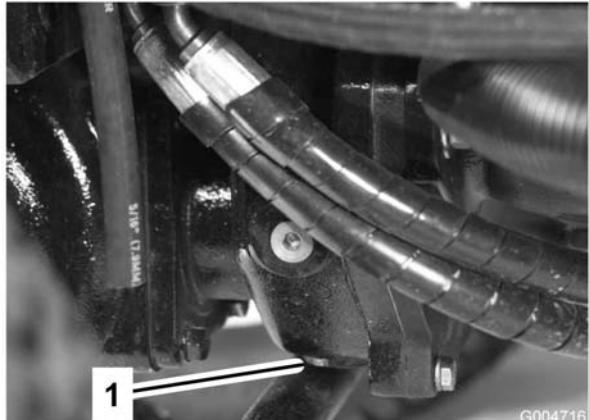

Figure 61
- 5. Nettoyez la surface autour du bouchon de vidange au bas du boîtier d'engrenages (Figure 61).